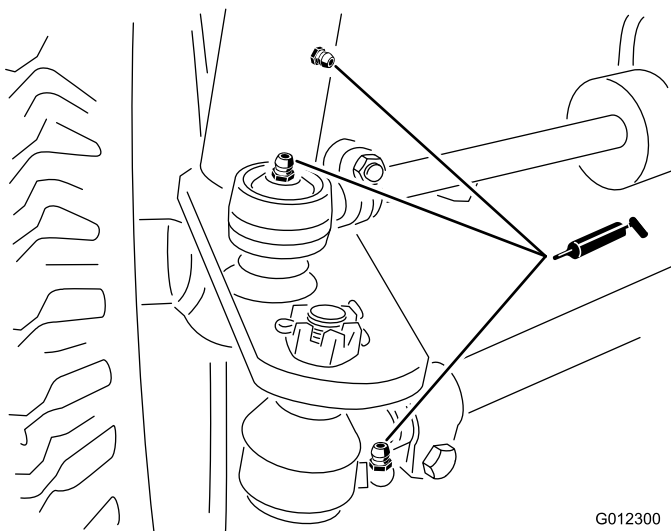

Figura 26
- Assale posteriore (6) (Figura 26)